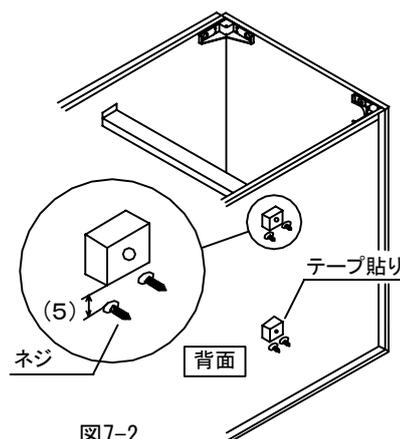

図7-2
- ①すべての引出を取り外してください。(取扱説明書P6参照)
- ②ボウルキャビネット背面側に同梱部材の木製スペーサーを貼り付けてください。(図7-2)